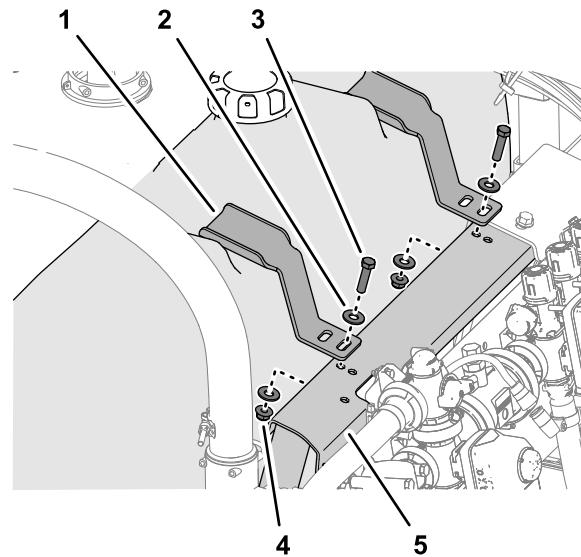

Figure 16
1. Placez le dispositif de maintien en face du creux au sommet du réservoir de rinçage (Figure 16)
2. Alignez la fente de la patte de maintien et le trou du support de vanne (Figure 16).
3. Figure 16 Fixez légèrement la patte de maintien au support à l'aide d'un boulon (3/8" x 1 1/2"), de 2 rondelles (3/8") et d'un contre-écrou à embase (3/8"). Dépose du réservoir de rinçage \(page 6\)
4. Répétez les opérations 1 à 3 pour l'autre patte de maintien sur l'autre creux du réservoir de rinçage (Figure 16).